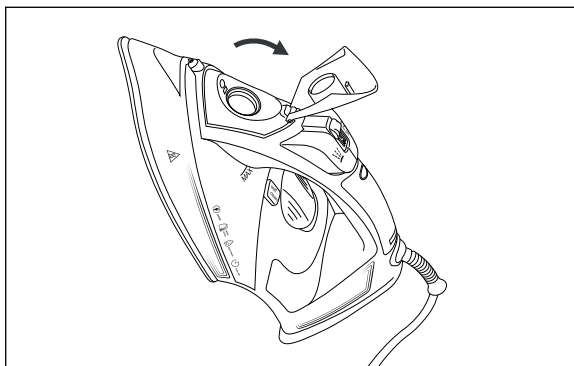

Fig. 3
- 2) Tenez le fer à repasser incliné dans la main et ouvrez le couvercle de l'orifice de remplissage du réservoir d'eau **Easy-Fill** ② (voir fig. 3).